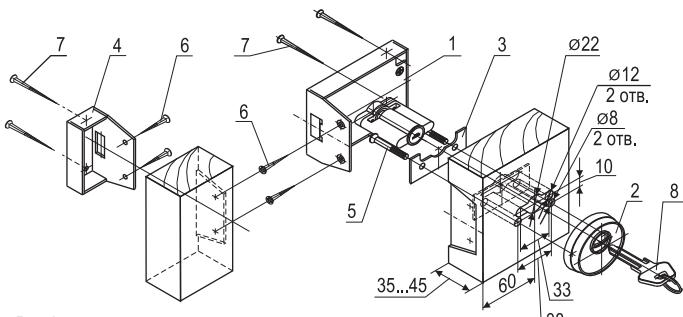

Рис.1
7. Отпирание замка изнутри (см. рис.1) осуществляется поворотом ручки постоянного ключа по часовой стрелке, а снаружи поворотом вставного ключа против часовой стрелки. Для фиксации засова в крайнем закрытом положении изнутри помещения не доверните ручку постоянного ключа до упора (примерно
#### ПОРЯДОК МОНТАЖА (см. рис.1)
цилиндрового механизма, в соответствии с рис.1).